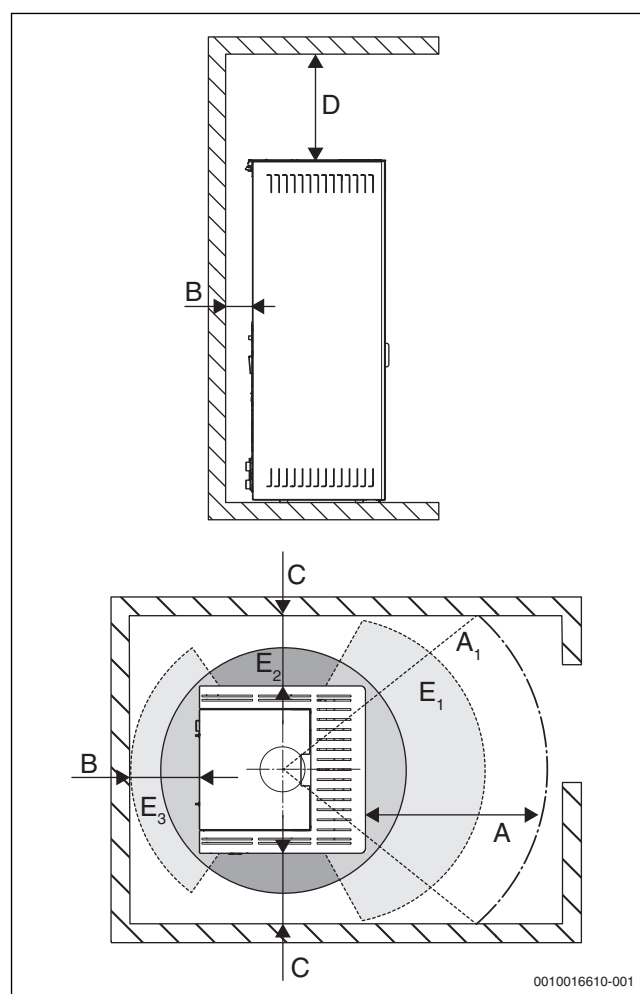

Bild 5 Mindestabstände
- Die Mindestabstände müssen eingehalten werden (→ Bild 5, Seite 11).